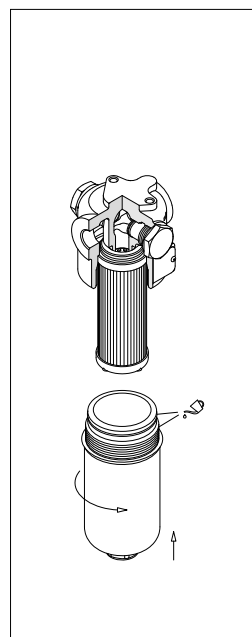

fig. 5
- (Fig. 5) Lubrificare il filetto e l'O-ring del contenitore, quindi avvitare il contenitore facendo riferimento alla tabella delle coppie di serraggio al paragrafo 3.